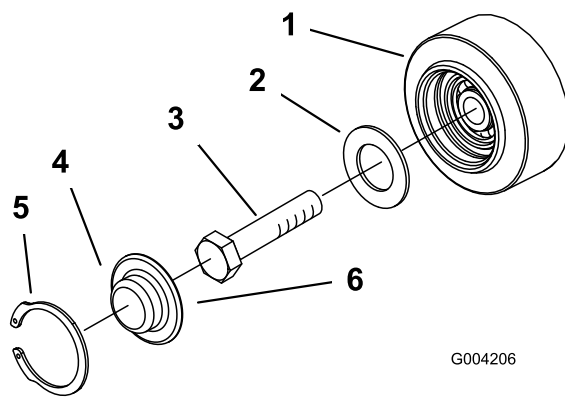

Figura 49
3. Îndepărtați inelul de fixare și capacul de la o roată de rulare (Figura 49).
4. Verificați lubrifierea de sub capac și din jurul garniturii (Figura 49). Dacă este murdar sau epuizat, curățați integral lubrifiantul, înlocuiți garnitura și adăugați lubrifiant nou.